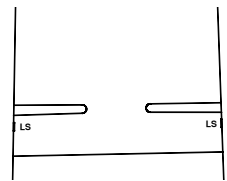

Fig. 5
2. Ved standardpapir U.S. 8 1/2" x 11" og 8 1/2" x 14" skubbes begge papirringer således ind at de indvendige kanter flugter med de lige markeringer på fædbordet med betegnelsen LS (se fig. 5 for markeringen). Ved A4-papir juster papirringens yderkanter med de lige markeringer med betegnelsen A4. Spænd begge fingerskruer. (**Info: Stram ikke fingerskruerne for meget.**)